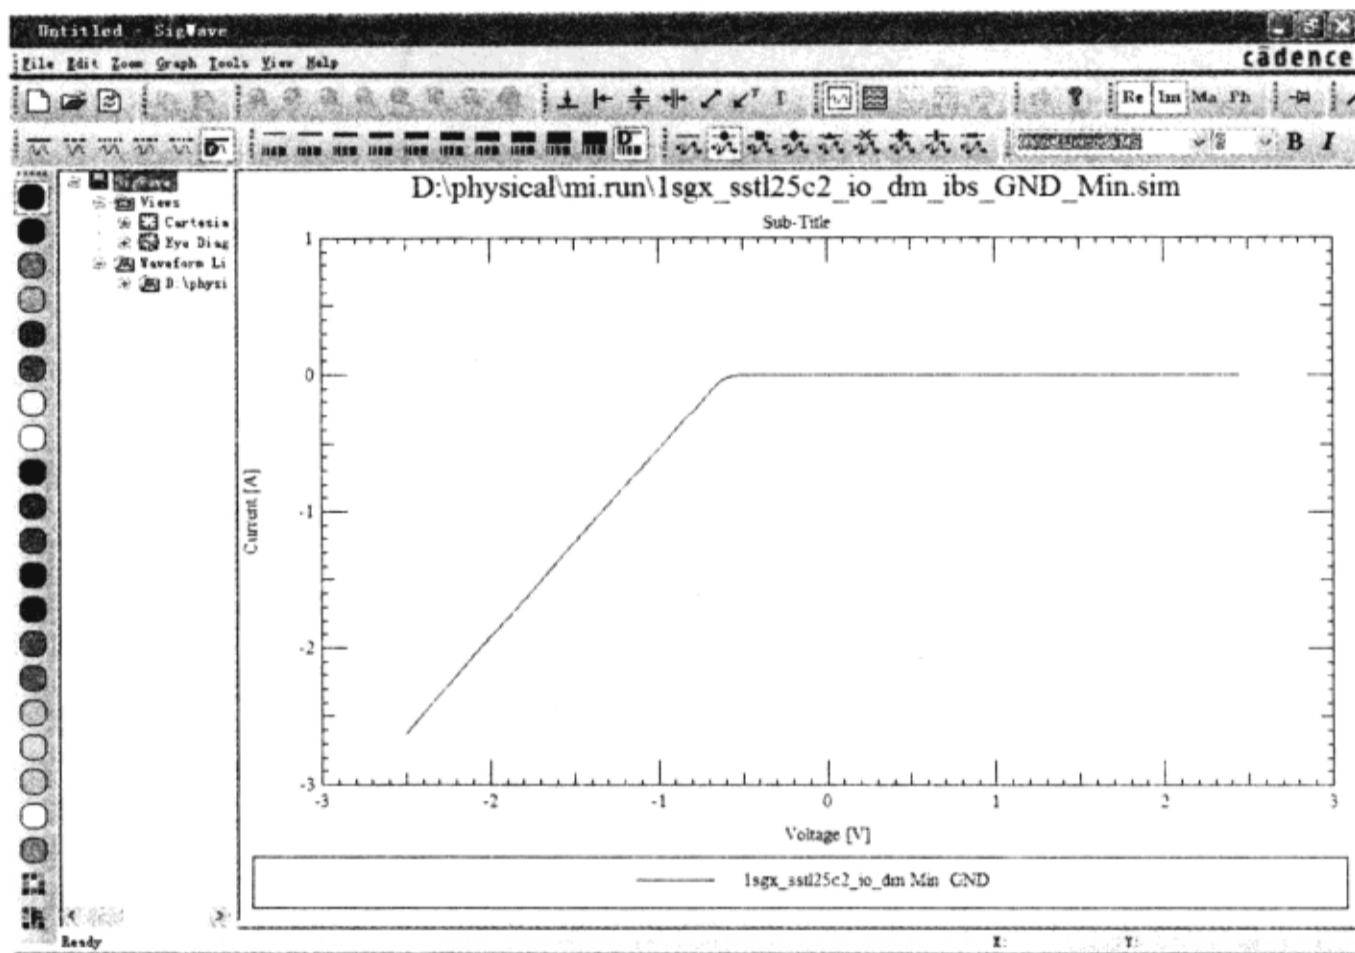

图2-4-6 “SigWave”窗口
(6) 在“Physical View”栏选择“lsgx\_sstl25c2\_io\_dm”→单击鼠标右键→从弹出菜单选择“View Curve”→“GND\_Clamp”→“Min”，弹出“SigWave”窗口，如图2-4-6所示。